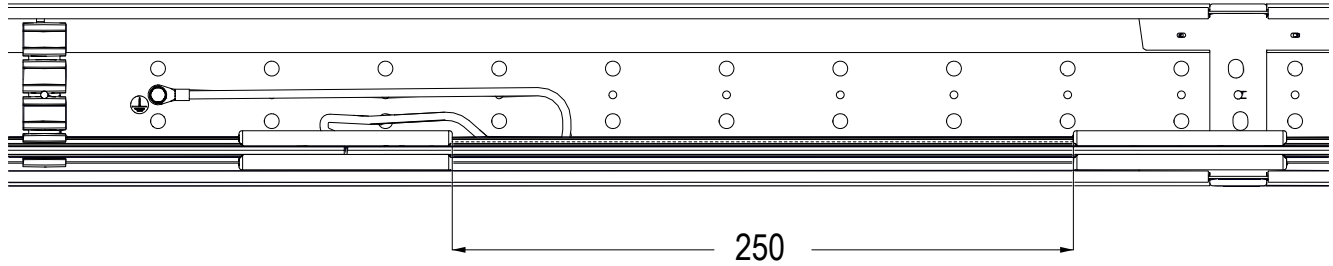

Abb. 50: Abstand von Verbinder mit Schutzleiterverbindung zu normalem Verbinder
4. Das andere PE-Leitungsende in einer Schlaufe am ProShell-Tragprofil (siehe Abb. 50) verlegen und den Ringkabelschuh an der PE-Leitung mithilfe der Verschraubungselemente (1,2,4 und 5) am ProShell-Tragprofil befestigen (siehe Abb. 49). Hierfür kann eine bestehende Bohrung in der ProShell-Tragprofilschiene verwendet werden. Die Verlegung der PE-Leitung in einer Schlaufe ist deshalb wichtig, da die Schleifleitung inklusive deren Verbinder, einer Wärmeausdehnung unterliegt und daher sich verlängern bzw. verkürzen kann (siehe Abb. 50).